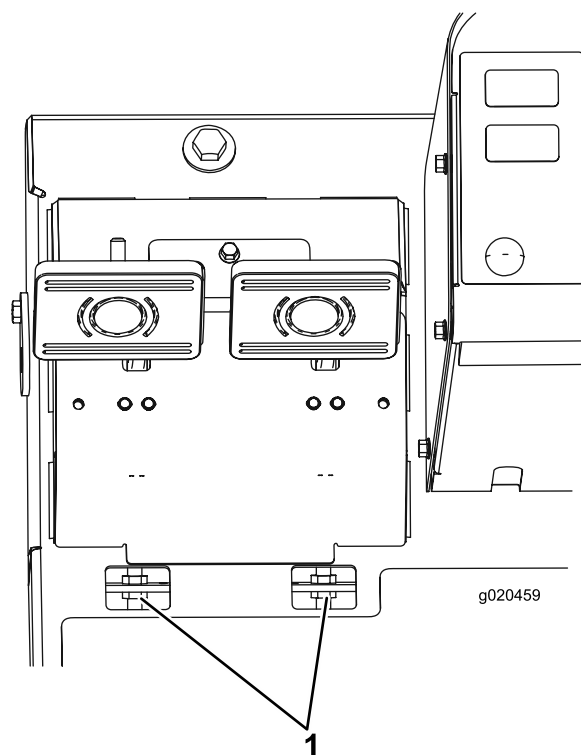

Figura 95
- B. Desaperte a porca dianteira na extremidade roscada do cabo do travão (Figura 95).